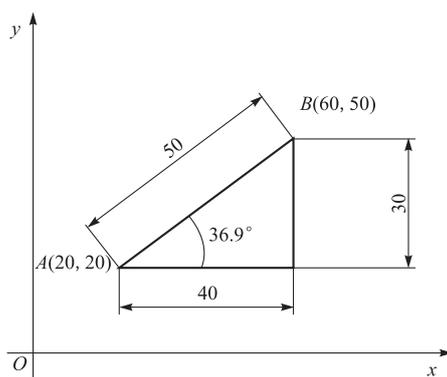

图 2-9 点的坐标
(1) 直角坐标
① 绝对坐标：输入形式为“x, y”↵。如图 2-9 中的点 B (60, 50)，则输入“60, 50”↵ (“↵”表示按回车键)。
② 相对坐标: 输入形式为“@x, y”↵, 如图 2-9 中的要输入的点 $B(60, 50)$ 相对前一点 $A(20, 20)$ 的相对坐标为“40, 30”, 输入形式为“@40, 30↵”, 而以点 B 作参考输入点 A 则应输入相对坐标为“@-40, -30” (要注意相对坐标的方向性)。
(2) 极坐标
① 绝对极坐标: 点的绝对极坐标输入形式是“极径<角度”↵。其中极径是指该点到坐标原点的距离, 角度则是该点与坐标原点的连线与 X 轴正向的角度。系统默认逆时针为正, 顺时针为负。
② 相对极坐标: 输入形式为“@极径<角度”↵, 即是以某一定点 (前一点) 为极点, 以两点间的距离为极径, 及两点的连线与 X 轴的夹角来确定下一点。如图 2-9 中的点 B 相对于点 A 的相对极坐标可输入为“@50<36.9°”。